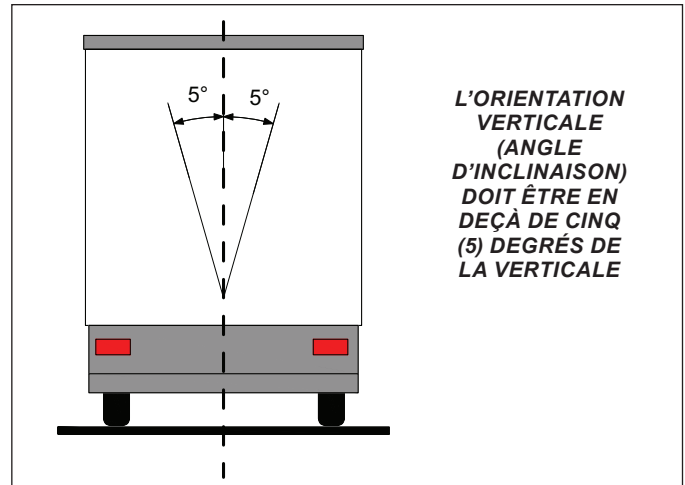

Figure 16 – Montage sur la remorque (vertical)
1. Le module MC avancé TABS-6 doit être installé selon les critères suivants (Voir figures 16 à 18) :